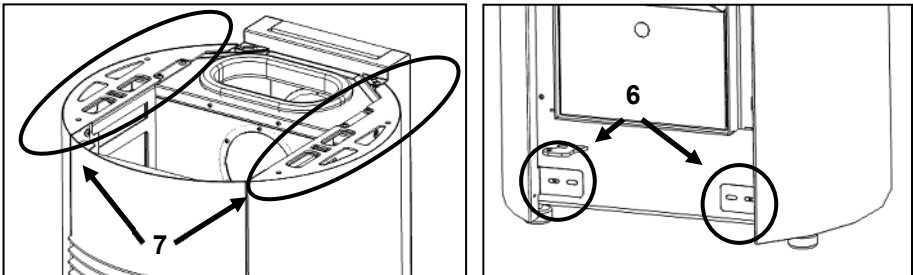

Figure 50 – Montage du couvercle latéral
e) Ensuite, pour engager les habillages latéraux, vous devez d'abord plier la languette comme indiqué sur la Figure 50 pour vous assurer qu'elle est à un angle inférieur à 90°.